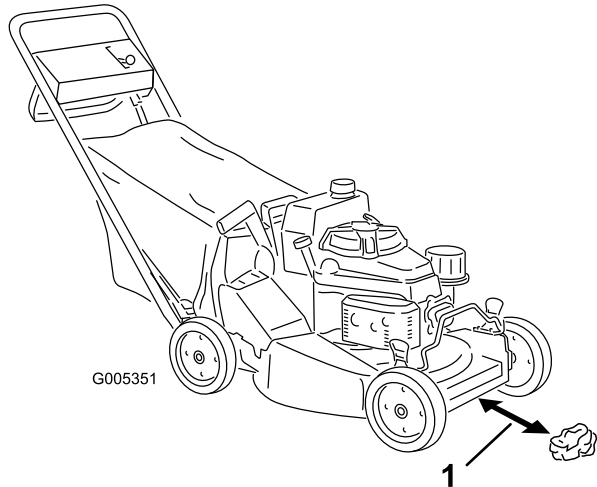
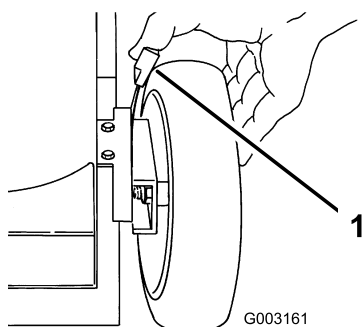

Figure 16
Figure 21
3. Réglez les 4 roues à la hauteur de coupe de 64 mm (2,5 po) (Figure 21).
4. Placez le levier de changement de vitesses en position point mort (N).
5. Roulez en boule une demi-feuille de papier journal (environ 76 mm (3") de diamètre) et placez-la sous le tablier de coupe, comme illustré à la Figure 16.
6. Placez une boule de papier journal à 12,7 cm (po) devant la tondeuse (Figure 16).
- A. Placez une boule de papier journal à 12,7 cm (5 po) devant la tondeuse (Figure 16).
1. Tirez le levier de réglage de hauteur vers la roue (Figure 21) et amenez-le à la position voulue.